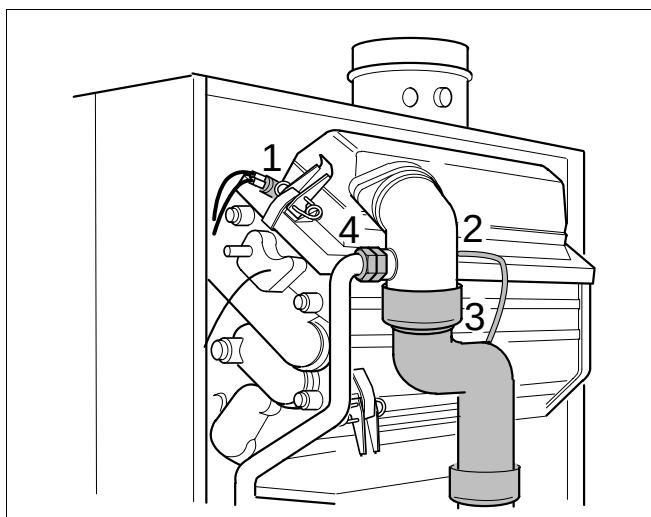

Fig. 34 Enlever les raccords
- Dévisser le raccord sur l'injecteur à gaz (fig. 34, pos. 4).
- Enlever le flexible qui va vers le ventilateur (fig. 34, pos. 3).
- Détacher le flexible au point de mesure de la pression différentielle (fig. 34, pos. 2).
- Débrancher le connecteur du thermostat de brûleur (fig. 34, pos. 1).